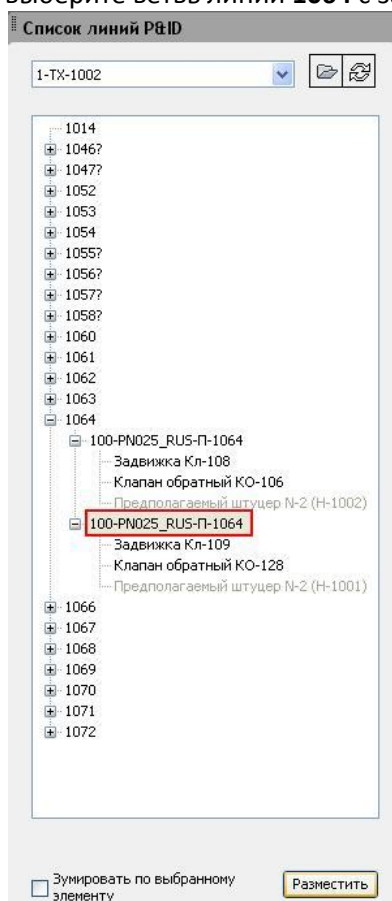

Рис. 88
- Постройте трубопроводную линию **100-PN025_RUS-П-1064**. В списке линий P&ID выберите ветвь линии **1064** с задвижкой **Кл-109** и нажмите **Разместить** (Рис. 88).